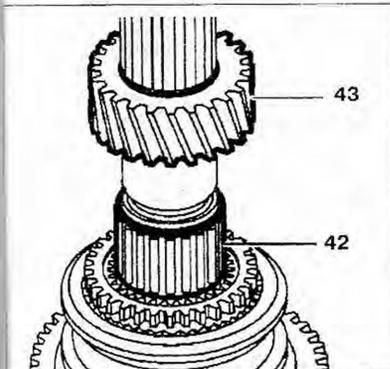

Рис. 4.39. Снимите игольчатый подшипник 42 и шестерню 43 5-й передачи.
19. Снимите игольчатый подшипник 42 и шестерню 43 5-й передачи (рис. 4.39).